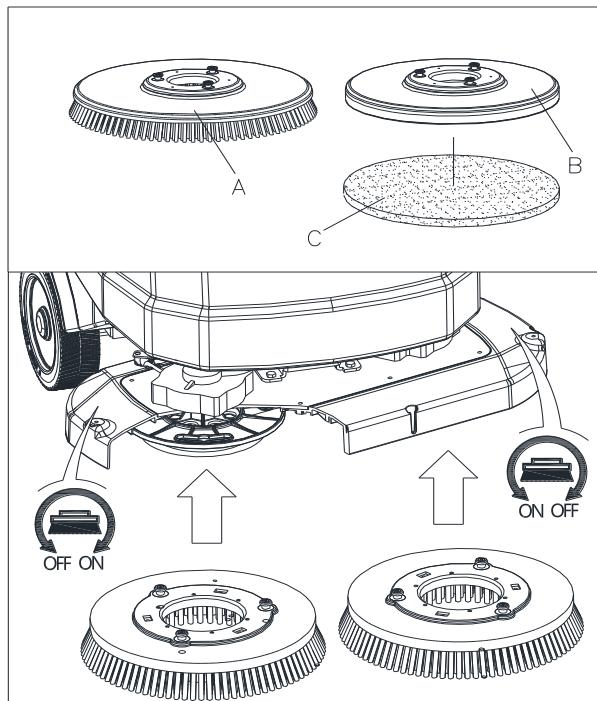

Figure 9
Installer soit la brosse (A, Figure 9) ou le support de disque (B et C, Figure 9) selon le type de sol à nettoyer.
2. Mettre le régulateur de vitesse (47) sur ralenti en le tournant dans le sens anti-horaire.
3. Placer les balais (A, Figure 9) ou le support de disque (B) sous le plateau.
4. Utiliser la méthode manuelle en tournant le balai/support de disque dans le sens contraire du sens de rotation normal. L'installation peut alors avoir lieu. (cf. la Figure 9)